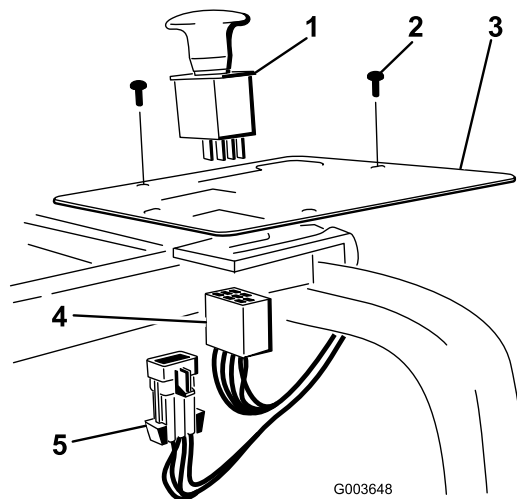

Bild 34
2. Nehmen Sie den Kunststoffstopfen vom Armaturenbrett ab und installieren Sie den Schalter (Bild 34).
4. Befestigen Sie den Kabelbaum am Schalter im Armaturenbrett (**Bild 34**).
6. Befestigen Sie den Hauptkabelbaumstecker am Hauptkabelbaum (**Bild 34**).